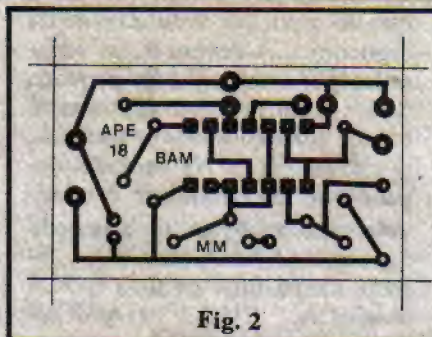

Fig. 2
- **FIG.2** — Como em toda **MINI-MONTAGEM**, e por razões óbvias, a placa de Circuito Impresso do BAM é pequena, e tem seu **lay out**, em tamanho natural, mostrado na fig. 2. Quem tiver o material padrão para confecção (decalques ou tinta ácido-resistente, percloreto de ferro, material para limpeza e furação) não encontrará nenhuma dificuldade na elaboração da sua própria plaquinha. Os que optarem pela aquisição em **KIT** do BAM (ver